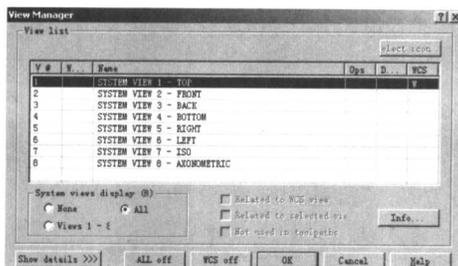

图 1-5
(3) 增加了视图管理器, 按辅助菜单的 WCS, 显示 View Manager (视图管理器), 如图 1-5 所示, 用它来创建和编辑视图名。